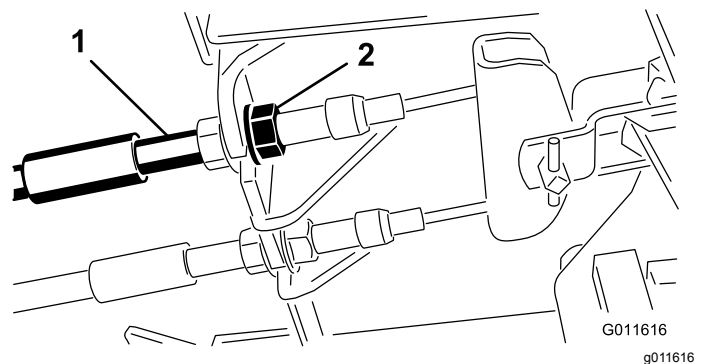

Bild 95
1. Ziehen Sie zum Reduzieren des Spiels der Bremspedale die Bremsen fester – lockern Sie dazu die vordere Mutter am Gewindeende des Bremszugs (Bild 95).